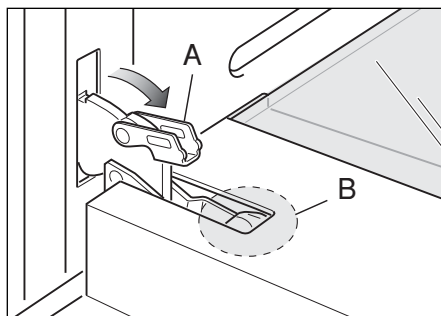

Fig. 50b
- Ouvrez complètement le levier « A » sur les charnières de gauche et de droite (Fig. 50b).